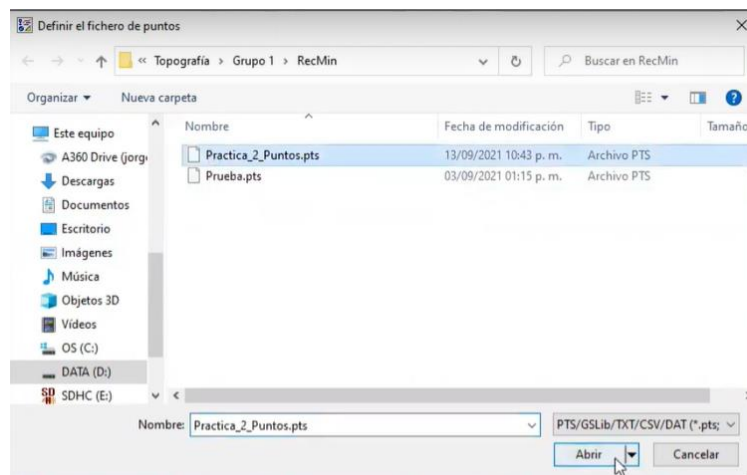

Figura 181. Selección del archivo.
39. En la nueva pestaña, buscar y seleccionar el archivo que se importó. Presionar “Abrir”. Figura 181.